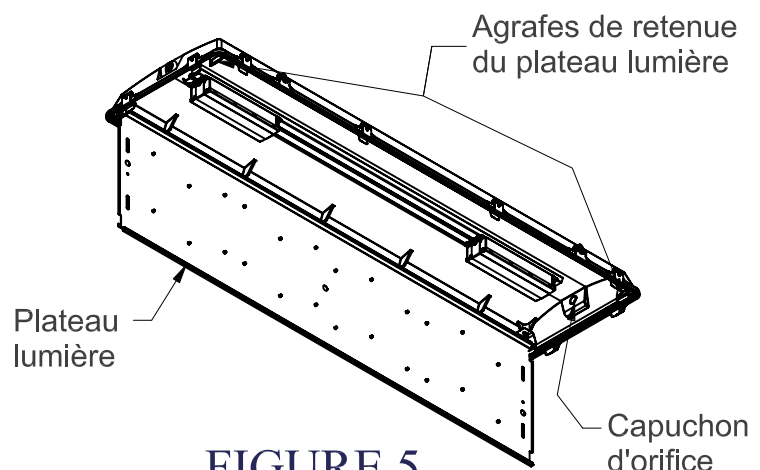

FIGURE 5
2. En dégageant deux des agrafes de retenue, ouvrir le plateau de lumière et le laisser suspendre (Figure 5).